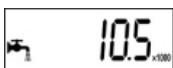

Fig.1
- Fig.1: inicio de la reserva, sigue siendo 100 litros